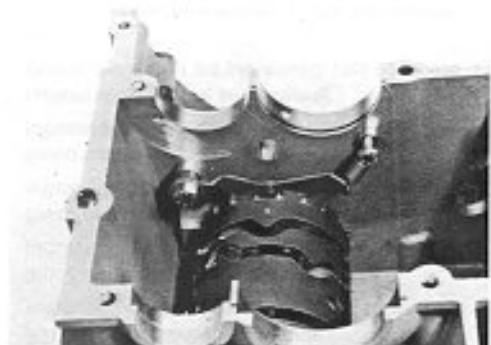

Fig. 162
- Sfilare il perno e rimuovere le forcelle (Fig. 162).
- Draw the spindle off and remove the gearshift forks (Fig. 162).